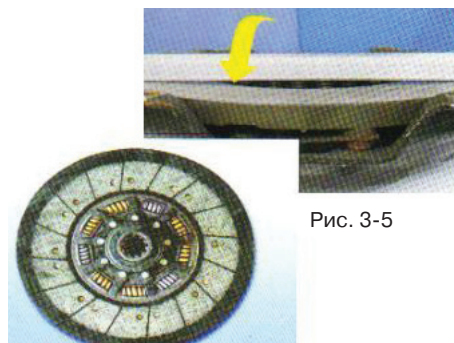

Рис. 3-5
- (3) Тепловая деформация нажимного диска (рис. 3-5).
- (4) Не до конца затянут болт крепления кожуха.